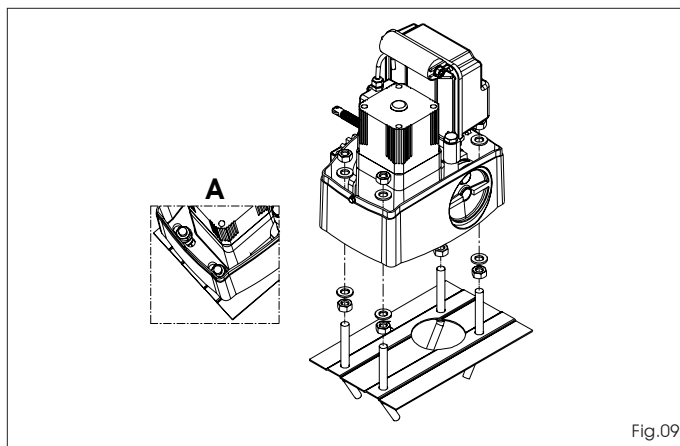

Fig.09
2) posizionare l'operatore sulla piastra di fondazione utilizzando i dadi e le rondelle in dotazione, come da Fig.09. durante questa operazione far passare i cavi attraverso le apposite aperture realizzate nel corpo del motore (vedi Fig.01 rif.9). In caso di necessità è possibile, utilizzando un martello, unire i due fori ottenendo un passaggio più ampio.